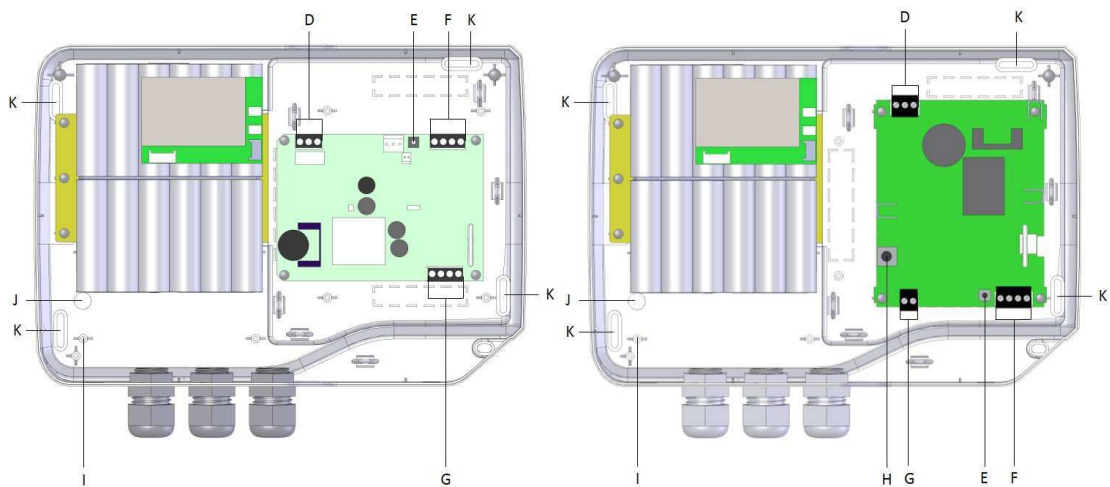

Figure 4.3: Vue de l'intérieur (gauche 30 W; droite 55 W)
- En cas de stockage prolongé ou déconnexion, appuyer sur le bouton arrêt fonction secours. (voir sur Figure 4.3 dans chapitre 4.4 : Bouton poussoir déconnexion backup)